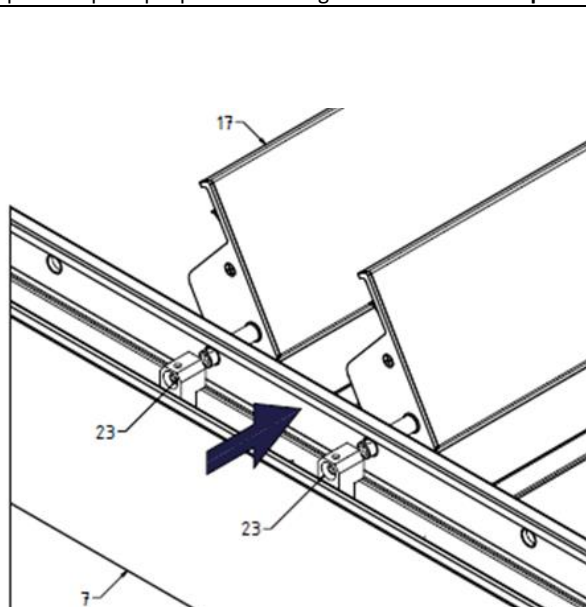
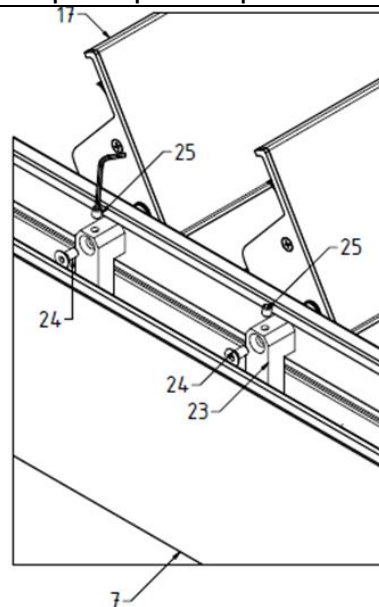

Fig. 20
Fig. 21
22. La poutre d'entraînement (7) à l'intérieur est armée d'une unité d'entraînement (23).
23. Après avoir fixé la tige aux lames d'entraînement, fixer les bras d'entraînement (23) aux goupilles de capuchon des lames d'entraînement (17) - Fig. 20 et serrer par l'avant avec les vis ISO 10642 M6 x 12/ISO 4017 M6 x 12 (24) et bloquer par le haut avec la vis DIN 914 M6 x 8 (25) - Fig. 21.